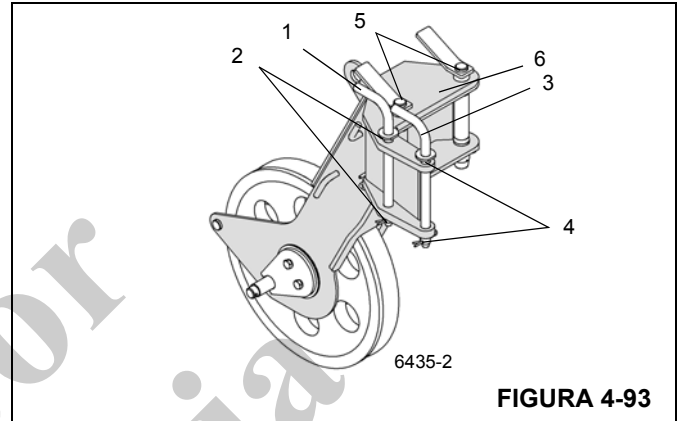

FIGURA 4-93
- Inserte los dos pasadores delgados (1) y (3) en los puntos de soporte (2) y (4) en la punta de la pluma de polea única auxiliar (Figura 4-93).
- Inserte los dos pasadores (5) en las escuadras de montaje (6) en la parte delantera de la punta de la pluma de polea única auxiliar.